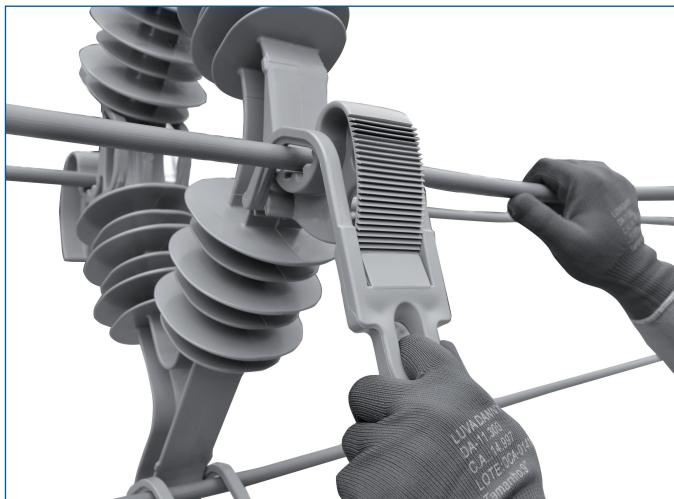

Figura 3
3. Utilizando apenas as mãos, aplique as garras no mensageiro e nos condutores engatando-as nos dentes existentes no Espaçador. (Figura 3)